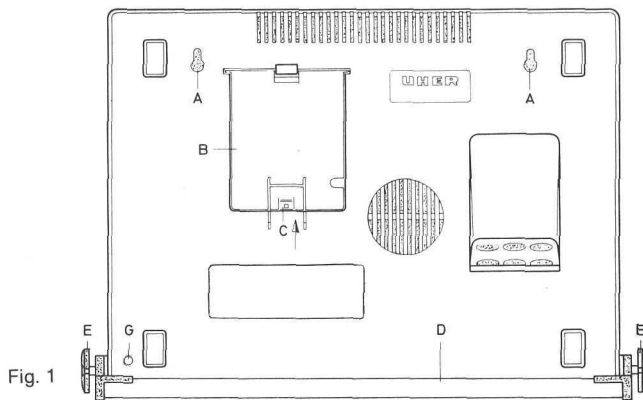

Fig. 1
1.2 Position de fonctionnement (voir fig. 1)
1.4 Raccordement sur le secteur, tension de fonctionnement, fusible (voir fig. 1 et 2)
1.5 Montage de la poignée (voir fig. 1 et 3)